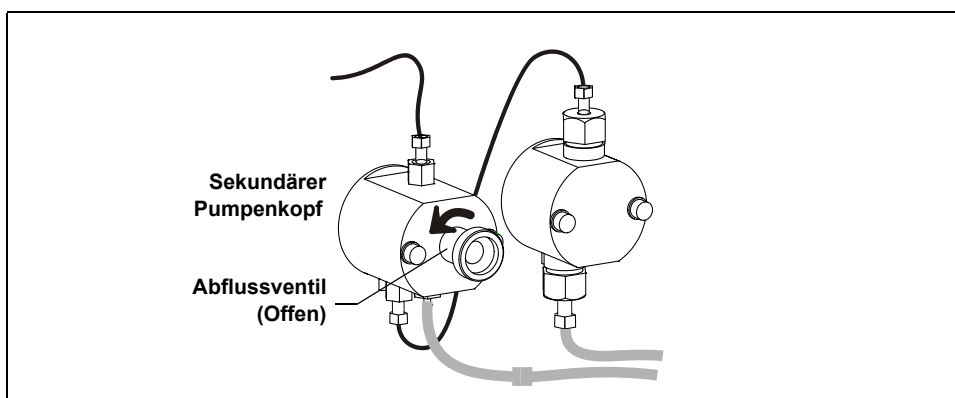

Abbildung 3-5. Spülen der Pumpe
3. Öffnen Sie das Abflussventil am sekundären (linken) Pumpenkopf, indem Sie den Knopf eine halbe Umdrehungen entgegen dem Uhrzeigersinn drehen (siehe Abbildung 3-5). Durch Öffnen des Ventils wird der Eluent in den Abfluss geleitet und der Gegendruck beseitigt.